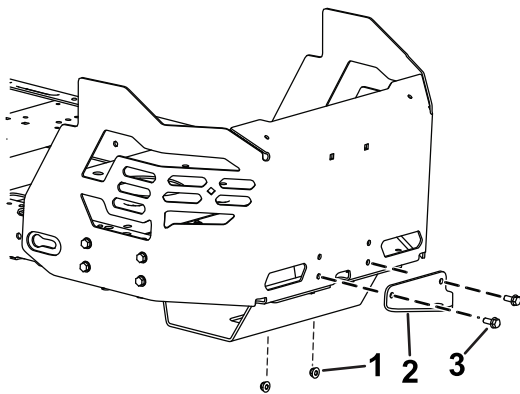

Figura 1
1. Retire los 2 pernos, las 2 tuercas y el soporte del enganche de la parte inferior del protector del motor (Figura 1).